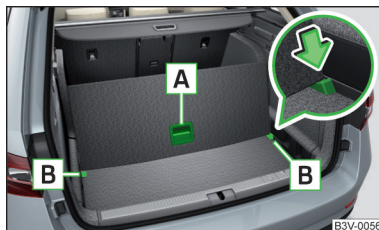

Fig. 161
► Pentru **divizare**, ridicați podeaua variabilă de mânerul **A** și introduceți marginea din spate a podelei variabile a portbagajului în canalele **B** în sensul săgeții » fig. 161.